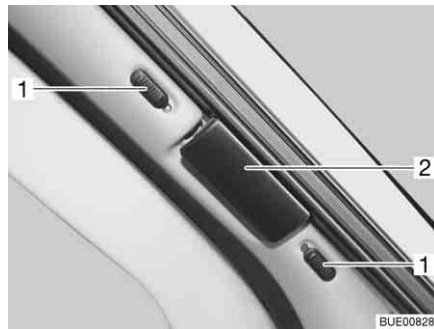
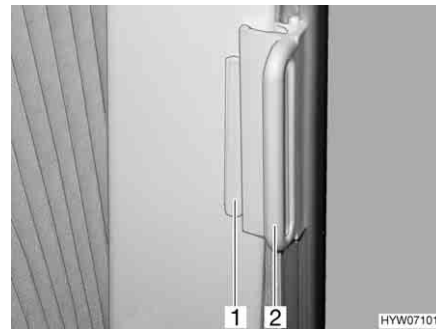

Bild 62 Faltverdunklung für die Frontscheibe
Bild 63 Faltverdunklung für Fahrerfenster und Beifahrerfenster
- An der Faltverdunklung für die Frontscheibe die Verriegelungsknöpfe (Bild 62,1) nach oben bzw. nach unten schieben. Wenn der rote Punkt sichtbar ist, ist die Verriegelung offen.
- Die Faltverdunklungen am Griff (Bild 62,2 und Bild 63,2) fassen und vorsichtig zuziehen, bis der Magnetverschluss die Faltverdunklung geschlossen hält.
- An der Faltverdunklung für das Fahrerfenster und das Beifahrerfenster den Griff (Bild 63,2) auf den Aufsatz (Bild 63,1) schieben. Die Faltverdunklung ist gesichert.